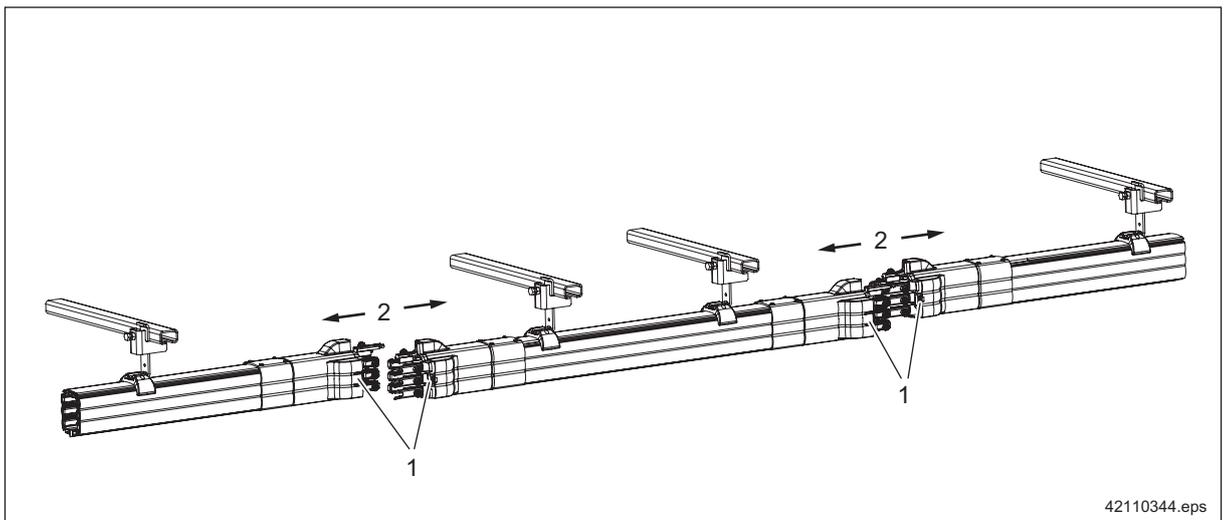

Fig. 42
- Déverrouiller, à l'aide d'un tournevis, les deux gaines couvre-joint (1), ⇒ Fig. 42, Page 45 sur la partie médiane de la gaine.
- Dégager les deux gaines couvre-joint l'une de l'autre (2).